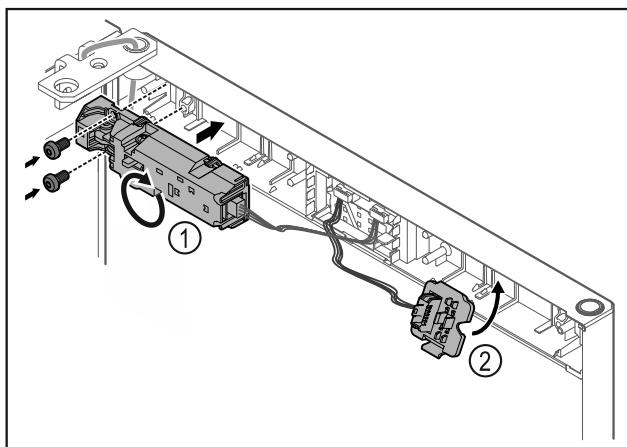

Fig. 13
- Girar el cierre a distancia Fig. 13 (1) 180° y fijarlo en el lado contrario.
- Encargar el soporte de la clavija de enchufe Fig. 13 (2) en el lado opuesto.*